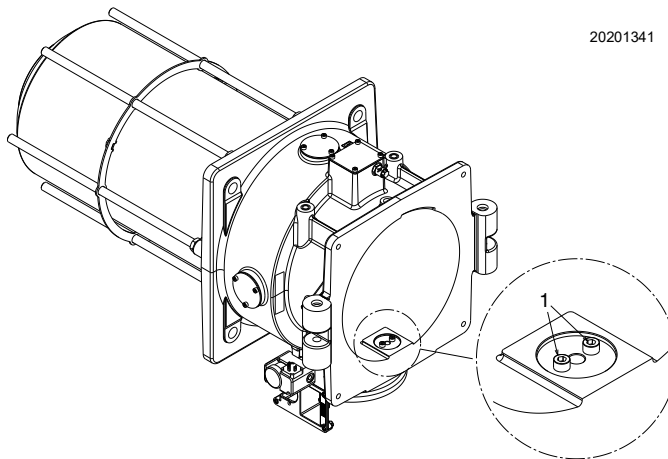

Fig. 22
El ajuste de fábrica para el gas central es con los siguientes orificios de paso (Fig. 22).
- quitar o agregar uno o más tornillos 1) (Fig. 22) de la siguiente manera: